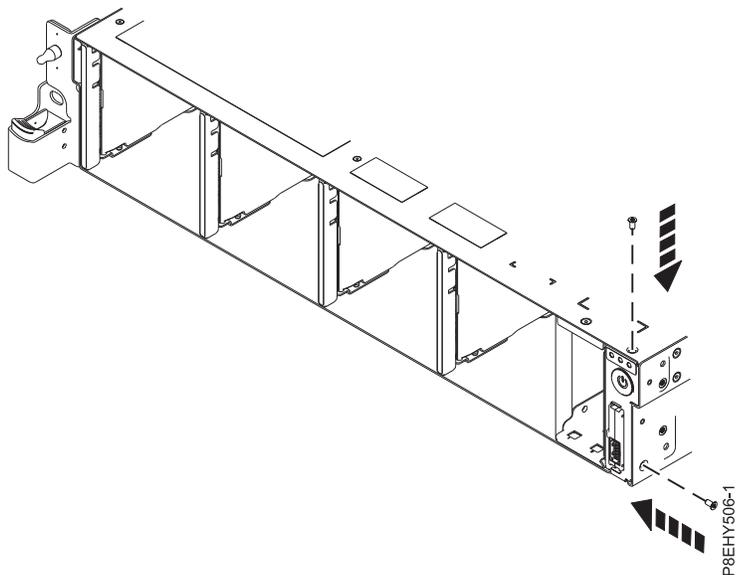

図 26. 上下のねじの再取り付け
5. 電源スイッチの上下のねじを再取り付けします。 32 ページの図 26を参照してください。